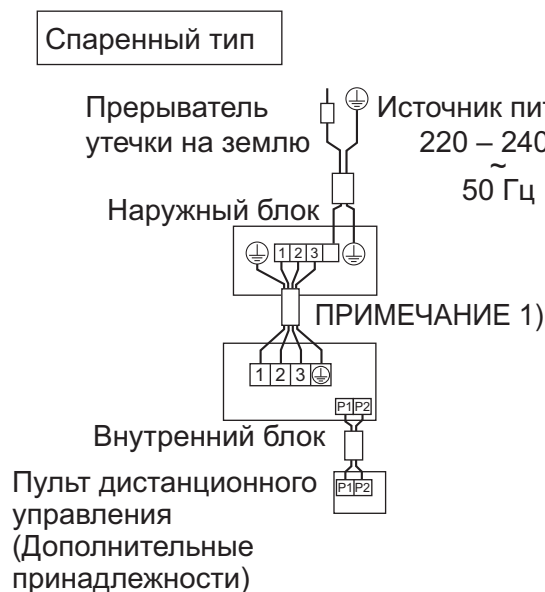

Рис. 40
- **Парный тип:** 1 пульт дистанционного управления управляет 1 внутренним блоком (стандартная система). (См. рис. 40)